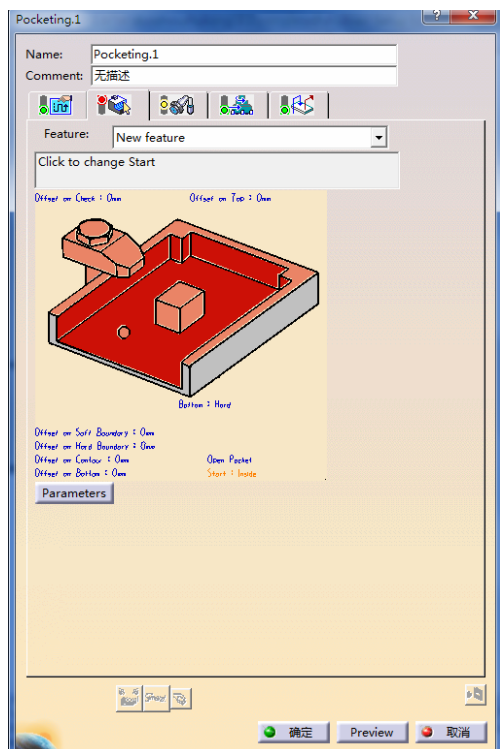

图 3-182 “Pocketing.1”对话框（2）
在特征树中选择“ZLevel.1”节点，选择下拉菜单“插入”→“Machining Operations”→“Pocketing”命令，或者单击“Machining Operations”工具栏上的 Pocketing 按钮，弹出“Pocketing.1”对话框 (2)，如图 3-182 所示。